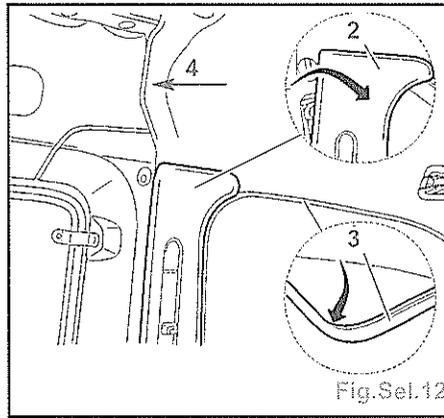

Fig.Sel.12
- Ecarter partiellement la garniture (2) de pied gauche (Fig.Sel.12).